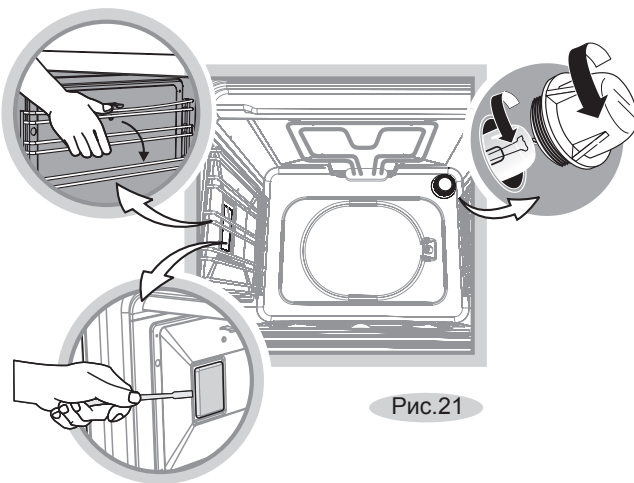

Рис.21
- Открутите стеклянный плафон (рис. 21)